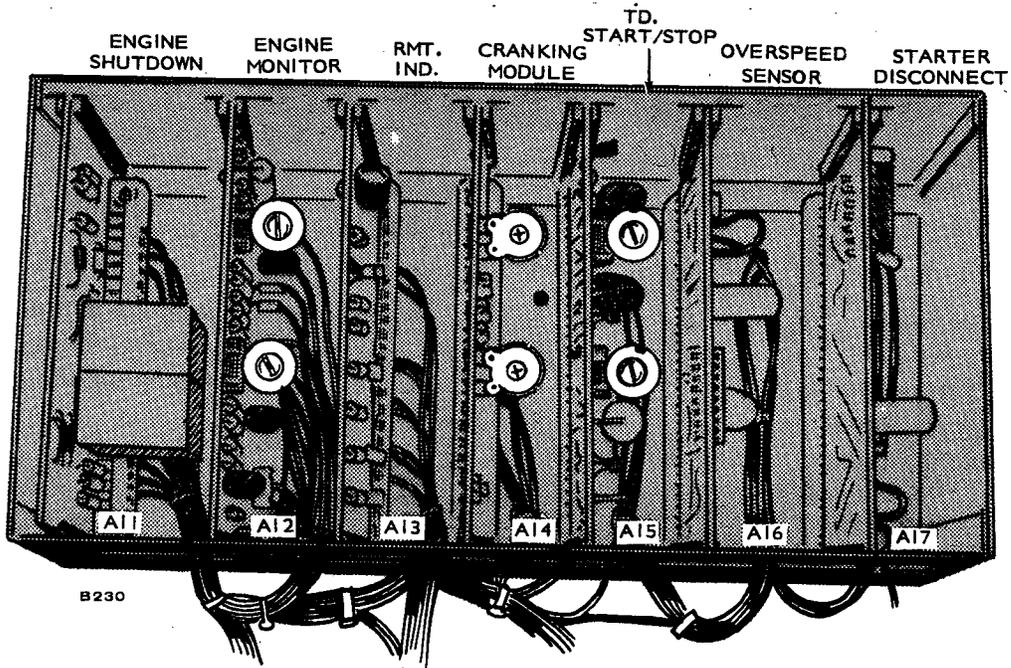

FIGURE 21. ENGINE CONTROL MODULE LOCATION
2. Remove Cycle Cranker module A14. See Figure 21.